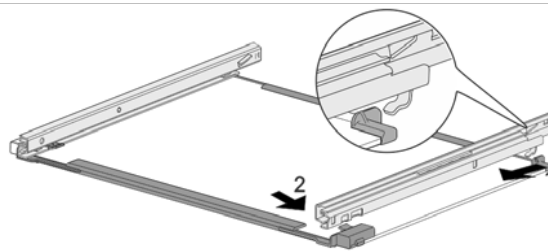

Fig. 134 Стеклопластиковая пластина с направляющими
- ▶ Зацепите направляющую сзади. Fig. 134 (1)
- ▶ Защелкните направляющую спереди. Fig. 134 (2)